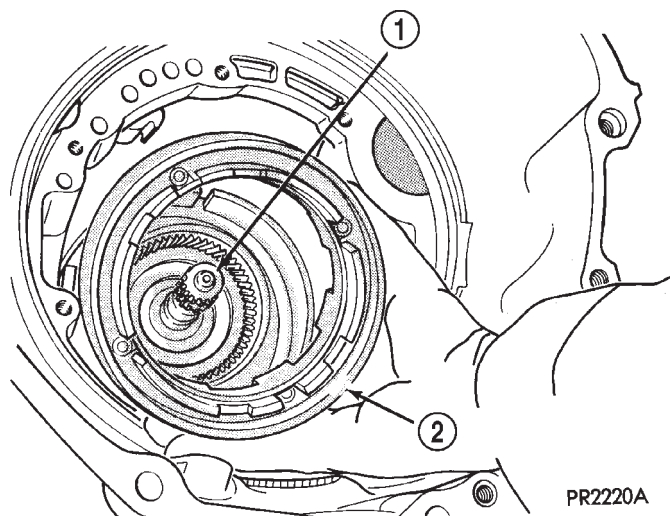
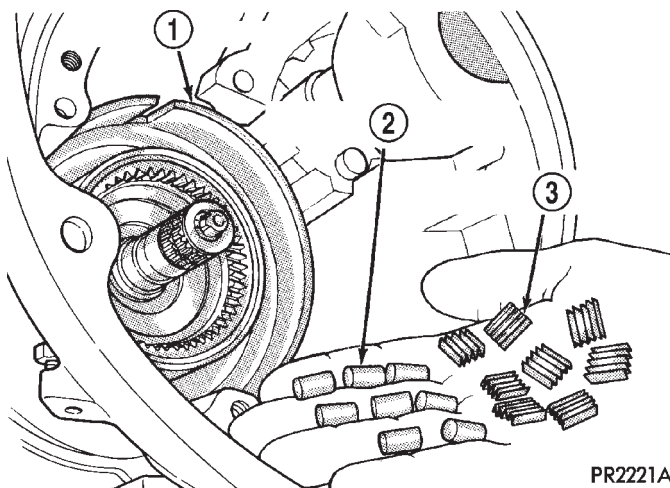

Fig. 41 Conjunto de leva del acoplamiento de rueda libre
Fig. 42 Rodillos y muelle del acoplamiento de rueda libre
(41) Retire el conjunto de leva de acoplamiento de rueda libre (Fig. 41). Recoja ocho rodillos y ocho muelles de la parte trasera del cárter (Fig. 42).